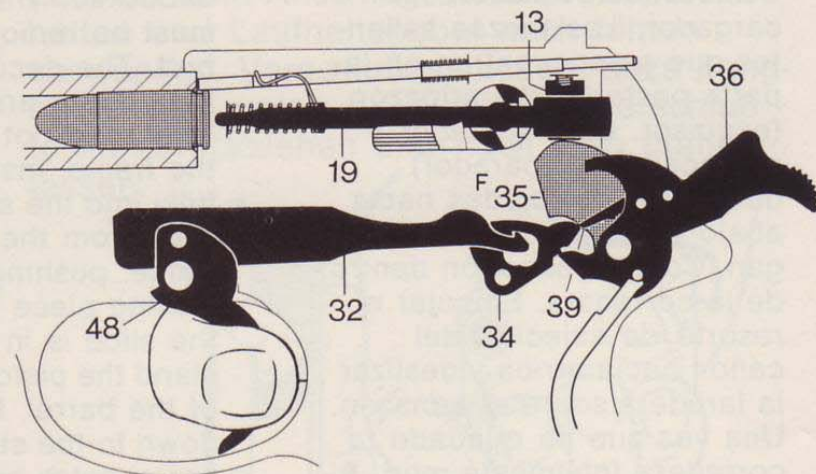

Abb. 19
Fig.19 Pistolet chargé, levier de sûreté sur position feu. **Maniement de la détente «double action».** Par la pression exercée sur la détente (48) le chien (36) est armé à un tel point que la pointe du clapet de chien (39) se trouve sur l'arête de la gâchette (34) (voir croquis). Si continuer la pression exercée sur la détente le chien bat à la tête.